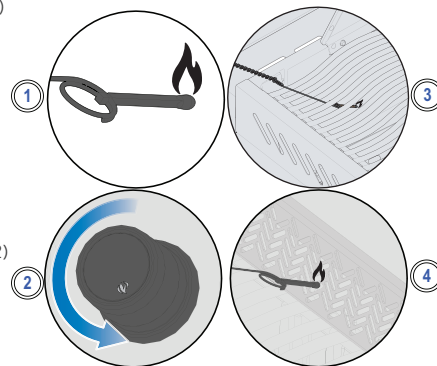

Abb. 3
3. und drehen Sie gleichzeitig den Bedienelement für den entsprechenden Brenner hoch (Abb. 3)